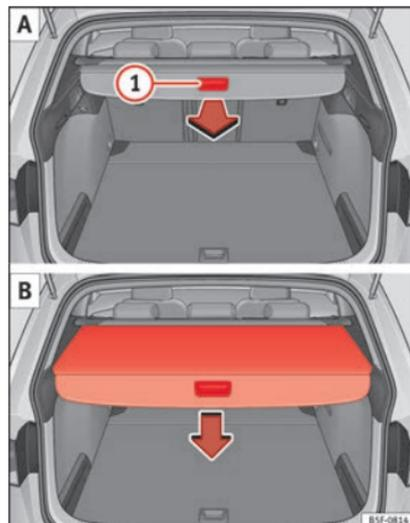

Fig. 161 Dans le coffre à bagages : déroutier et enrouler la plage arrière.
• Tirez bien droit la plage arrière à l'aide de la poignée » **fig. 161** ① **A** vers l'arrière, et extrayez-la jusqu'au bout jusqu'à ce qu'elle s'encastre de façon audible.
• Appuyez sur la poignée de la plage arrière dans le sens de la flèche jusqu'à ce qu'elle se débloque » **fig. 161** **B**.